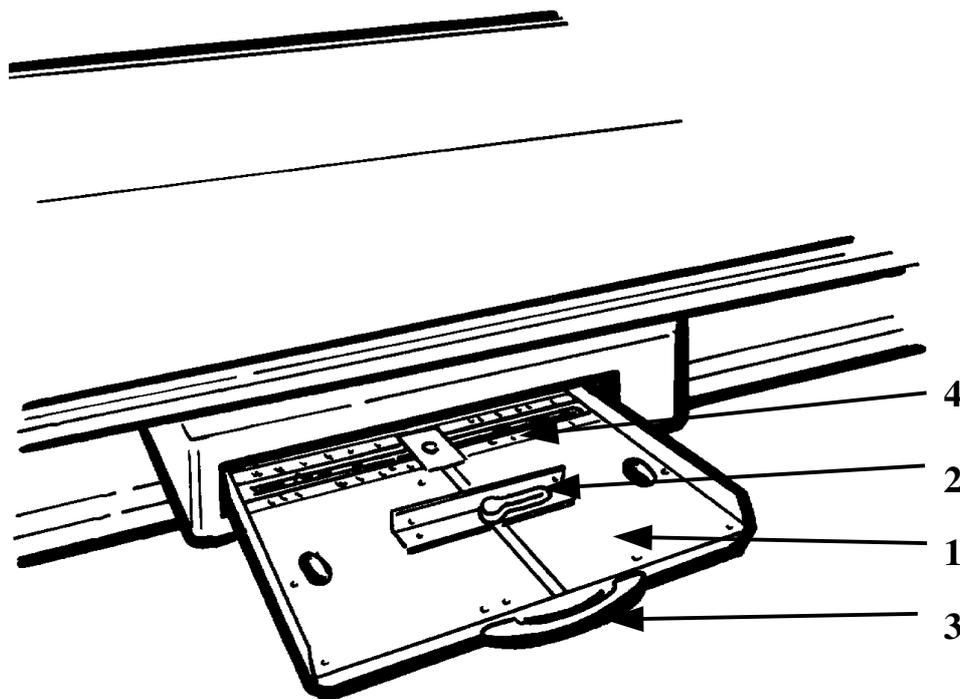

Abbildung 2-1: Kassettenlade
Die Bedienelemente der Kassettenzentriereinrichtung werden in Abbildung 2-1 und 2-2 gezeigt und ihre Funktionen auf den folgenden Seiten beschrieben.
Die Kassettenzentriereinrichtung (Abb. 2-1/ 1) dient zur Aufnahme der Röntgenfilmkassetten.
Die Röntgenfilm-Kassette wird durch die Klemmvorrichtung (Abb. 2-1/ 2) festgeklemmt. Dabei wird die Röntgenfilm-Kassette automatisch quer zur Tischplatte zentriert.
Nach Herausziehen der Kassettencentriereinrichtung (Abb. 2-1/1) am Handgriff (Abb. 2-1/3) aus der Laufrastereinrichtung bis zum Anschlag kann die Röntgenfilm-Kassette eingelegt werden.
Längs zur Tischplatte kann die Röntgenfilm-Kassette von Hand durch Ausrichten nach den Mittenmarkierungen oder durch Einstellen des Kassettenpositionierers (Abb. 2-1/ 4) auf die entsprechende Röntgenfilm-Kassettengröße in Position gebracht werden.
- Die Kassettenzentriereinrichtung (Abbildung 2-1, Bedienelement 1) am Handgriff (Abbildung 2-1, Bedienelement 3) bis zum Anschlag aus der Laufrastereinrichtung herausziehen.
- Die Sperrklinke zum Öffnen/Schließen der Klemmvorrichtung (Abbildung 2-1, Bedienelement 2) zur seitlichen Fixierung der Röntgenfilm-Kassette gegen den Uhrzeigersinn drehen.
- Die Klemmvorrichtung (Abbildung 2-1, Bedienelement 2) so weit öffnen, dass eine Röntgenfilm-Kassette mit der gewünschten Größe eingelegt werden kann.
- Die Röntgenfilm-Kassette einlegen, wobei ihre Mittellinie nach den Einkerbungen an der Klemmvorrichtung (Abbildung 2-1, Bedienelement 2) auszurichten ist oder nach Einrasten des Kassettenpositionierers (Abbildung 2-1, Bedienelement 4) in der der Röntgenfilm-Kassettengröße entsprechenden Rastung (13 cm, 18 cm, 24 cm, 30 cm, 35 cm, 40 cm oder 43 cm), die Röntgenfilm-Kassette an den Kassettenpositionierer (Abbildung 2-1, Bedienelement 4) heranschieben.
- Die Klemmvorrichtung (Abbildung 2-1, Bedienelement 2) an die Röntgenfilm-Kassette drücken, und zur Arretierung die Sperrklinke im Uhrzeigersinn drehen. Hierdurch wird die Kassettenabtastung (Fail-Safe) aktiviert.
- Die Kassettenzentriereinrichtung (Abbildung 2-1, Bedienelement 1) bis zum Anschlag in die Laufrastereinrichtung mit der Auswertung der Kassettenabtastung (Fail-Safe) einschieben.